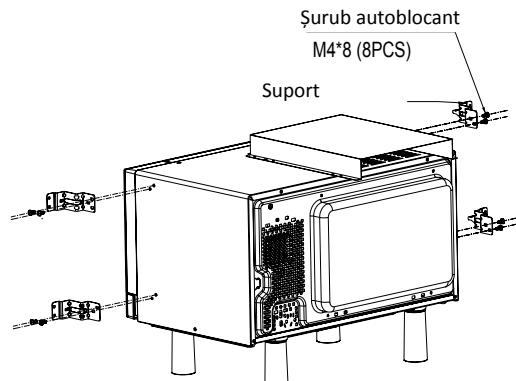

Fig 3
c) Instalarea suportului trebuie efectuată aşa cum este indicat în Fig. 3.